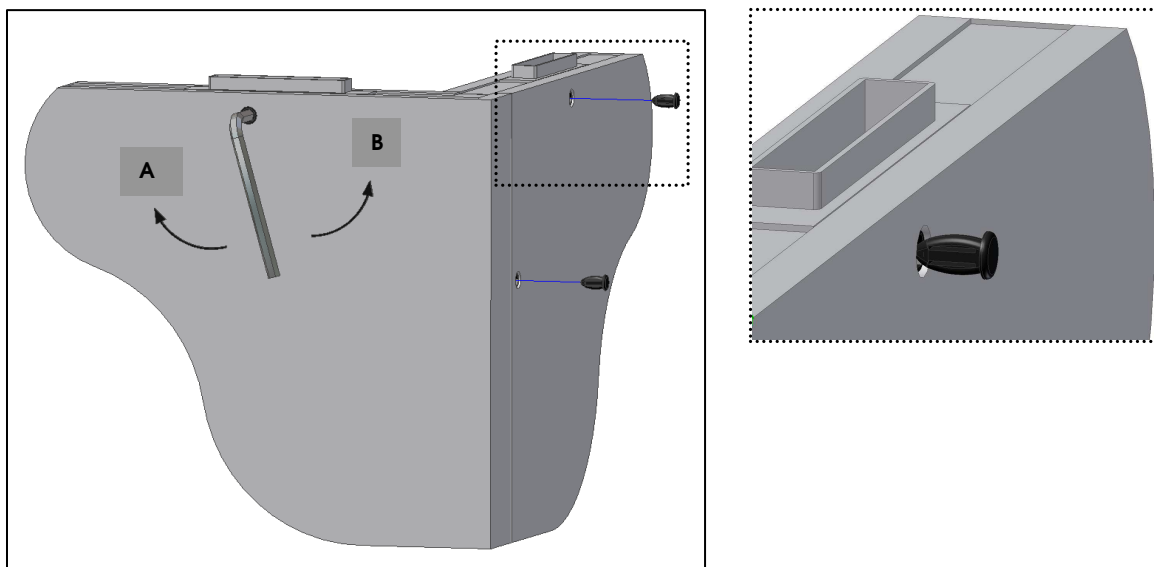

Fig. 10
- Drehen Sie den Werkzeugschlüssel im Uhrzeigersinn bis zum Anschlag (Abb. 10 – Position **A**);
- Drehen Sie den Werkzeugschlüssel in die Gegenrichtung bis es sich verbindet. (Abb. 10 – Position **B**)
- Nach dem Druck, stellen Sie die Abdeckung auf dem Loch (Abb.10).